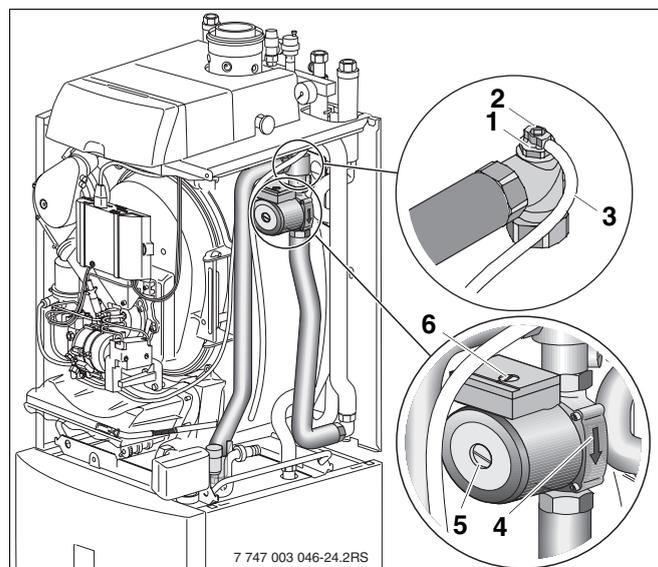

Bild 29 Entlüfter
- Handentlüfter (Bild 29, **Pos. 1**) an der Vierkantschraube (Bild 29, **Pos. 2**) öffnen.
- Schlauch (Bild 29, **Pos. 3**) am Handentlüfter z. B. in einen Eimer legen, damit das Wasser nicht in den Heizkessel läuft.
- Wenn nur noch blasenfreies Wasser austritt, Handentlüfter (Bild 29, **Pos. 1**) schließen.
- Vor der Inbetriebnahme oder nach dem Füllen der Anlage (Heizkessel) manuell an der Inspektionsschraube der Pumpe (Bild 29, **Pos. 5**) entlüften.